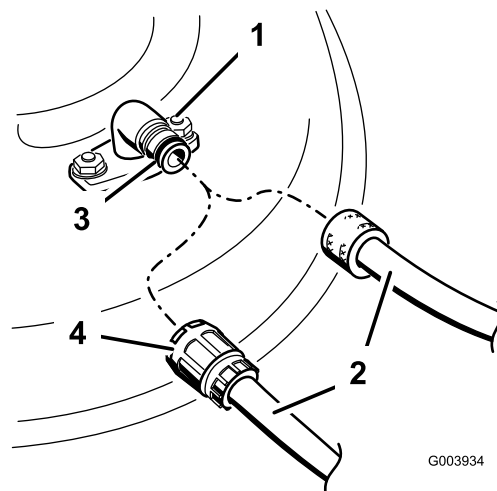

Figura 54
- Conecte el acoplamiento de la manguera al extremo del conector de lavado del cortacésped, y abra el grifo al máximo (Figura 54).